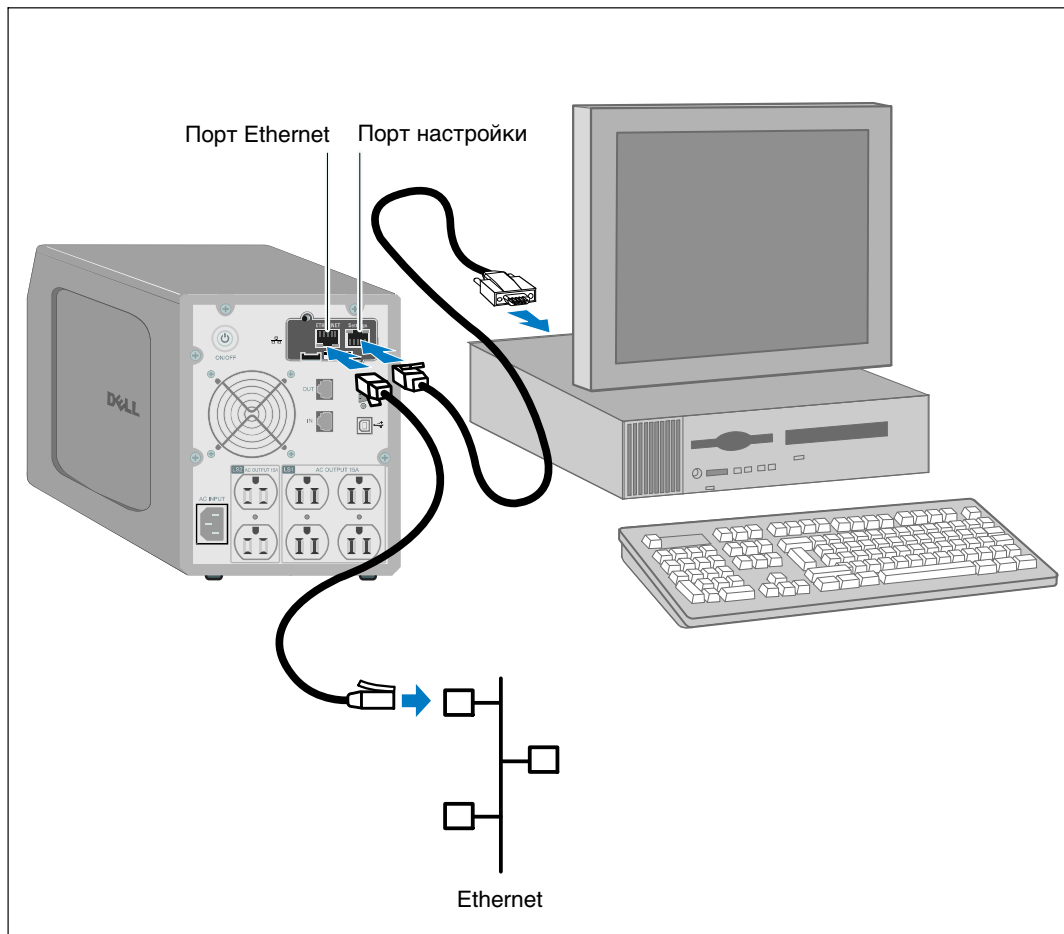

Рисунок 5. Подключение карты
- 1 Вставьте конец прилагаемого кабеля RJ-45 в порт настройки карты (см. Рисунок 5).
- 3 Подключите активный кабель Ethernet (в комплект поставки не входит) к порту Ethernet на карте сетевого управления Dell (см. Рисунок 5).